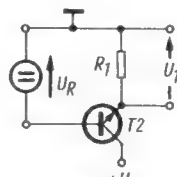
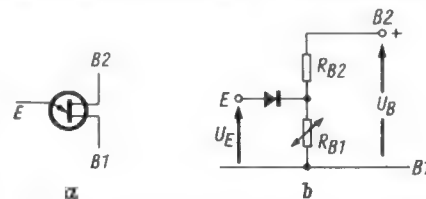

Bild 2. npn-Transistor als eingeprägte Regelspannungsquelle
Bild 1. Schaltsymbol (a) und vereinfachtes Ersatzschaltbild (b) eines Unijunction-Transistors
Links: Bild 1. Gleichstromersatzschaltbild des Hf-Vorstufen-Regeltransistors
Verwendet wird ein npn-Transistor in Kollektorschaltung (Bild 2). Für ihn wird eine Regelspannung U_R gebraucht, die mit steigendem Hf-Eingangssignal gegen Masse negativer wird.
Die Zusammenschaltung von Bild 1 und Bild 2 ergibt das Prinzip nach Bild 3. Die thermische Stabilität bedingt, daß der Widerstand R_2 im Emitter der Hf-Vorstufe einen Wert von $1,2 \text{ k}\Omega$ hat. Deshalb wird nach Gleichung (9) und unter Vernachlässigung des Korrekturfaktors $(1 - \frac{1}{B})$ – das ist für $B \approx 100$ zulässig – der Widerstand $R_1 = R_2 = 1,2 \text{ k}\Omega$.
Die Fernseh-Direktübertragung der Automobilrennen von dieser Rennstrecke erforderte umfangreiche technische Mittel. Um von allen interessanten Streckenabschnitten Bilder zu erhalten, wurden 18 stationäre elektronische Kameras über die gesamte Rennstrecke verteilt aufgestellt. Die Standorte waren so gewählt, daß jede Kamera einen möglichst großen Abschnitt der Bahn erfaßte; mit diesen Kameras konnten etwa 55 % der gesamten Strecke eingesehen werden, und zur lückenlosen Verfolgung der Rennwagen über den gesamten Kurs wurde ferner eine in einen Hubschrauber eingebaute *Fliegende Kamera* benutzt (Bild 1).
in einen Sportwagen eingebauten Kamera während der Trainingszeiten aufgenommen wurden, in die laufende Direktübertragung eingeblendet. Ähnliche Aufnahmen wurden als Experiment während des ADAC-1000-km-Rennens *direkt* übertragen. Hierzu war eine Vidikon-Kamera in einen Porsche-GTS-904-Rennwagen, der als offizielles Fahrzeug am Rennen teilnahm, eingebaut (Bild 2). Die Kamera-Signale wurden über einen 4-W-Fernsehsender über den als Relaisstelle fungierenden Hubschrauber in die Zentrale gefunkt. Den internationalen Richtlinien für Grand-Prix-Rennen entsprechend war eine solche Übertragung beim *Großen Preis von Deutschland* nicht möglich.
Bild 1. Eine in einem Bundeswehr-Hubschrauber vom Typ Vertol eingebaute Fernsehkamera lieferte über einen 50-W-Sender Aufnahmen von der Rennstrecke. Die Empfangsstation stand auf dem Turm der Nürburg
Bild 2. Beim ADAC-1000-km-Rennen hatte man versuchsweise eine Vidikon-Kamera (oben) in einem Porsche-Rennwagen GTS-904 eingebaut. Links unten der CSF-Reportagesender, ein Telefunken-Funksprechgerät daneben
Dieses Verhalten des Unijunction-Transistors kann mit der in Bild 2 dargestellten Transistorschaltung nachgebildet werden [1]. Die Basis des Transistors T1 erhält über den Teiler R1/R2 die Spannung $U_B \cdot R_1 / (R_1 + R_2)$. Solange der Emittor von T1 negativer ist als die Basis, sind die Transistoren T1 und T2 gesperrt, es fließt kein Strom. Wird die Spannung U_E jedoch größer als $U_B \cdot R_1 / (R_1 + R_2)$, beginnt in T1 ein Emittorstrom zu fließen.
Links: Bild 2. Nachgebildeter Unijunction-Transistor